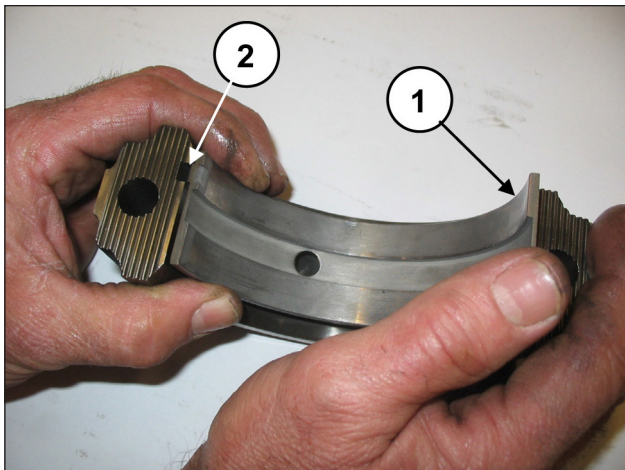

Fig. 61
Colocar los semicojinetes inferiores en los sombreretes (pos. ①, Fig. 61) y comprobar que la lengüeta de referencia de los semicojinetes esté dentro del alojamiento del sombrerete (pos. ②, Fig. 61).